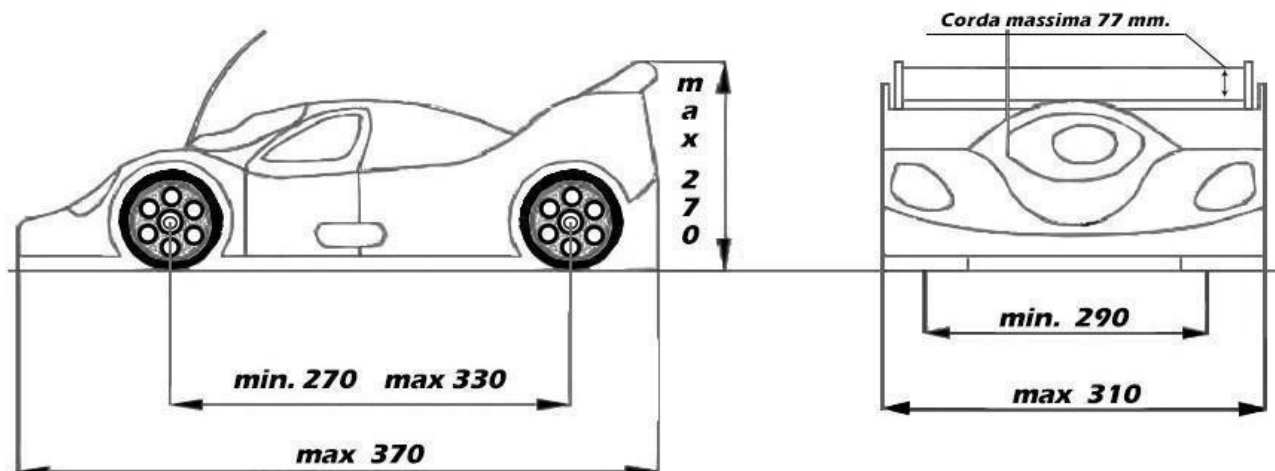

Figura 11 : Dimensioni 1/8 GT
7.1.7 Le dimensioni generali dell'automodello sono (come da figura 11 in questa pagina):
7.1.10 ALETTONE (*vedi figura 11 in questa pagina*) :